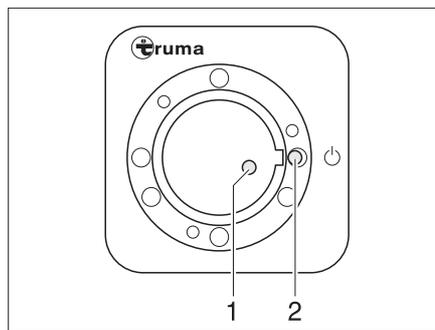
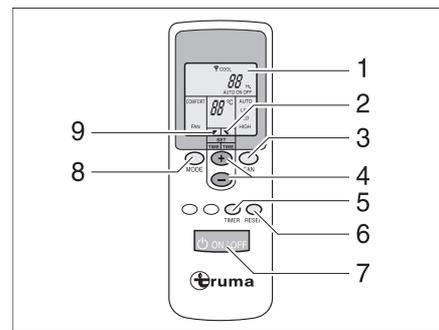

Bild 144 Empfänger
Bild 145 Fernbedienung
Die Klimaanlage ist im Doppelboden eingebaut. Die Fernbedienung (Bild 145) für die Klimaanlage befindet sich in der Küchenschublade. Der Empfänger (Bild 144) befindet sich über dem Fernseher im Eingangsbereich.
- Am Schalter (Bild 145,7) die Fernbedienung einschalten. Die grüne Kontroll-Leuchte (Bild 144,1) zeigt den Kühlbetrieb an.
- Die gewünschte Betriebsart mit der Taste (Bild 145,8) einstellen.
- Bei Bedarf mit den Tasten (Bild 145,3 und 4) die gewünschte Gebläseleistung und Raumtemperatur einstellen. Der Pfeil (Bild 145,9) zeigt den gewählten Einstellmodus an.
- ▷ Am Empfänger befindet sich ein zusätzlicher Tastschalter (Bild 144,2), mit dem die Klimaanlage auch ohne Fernbedienung aus- oder eingeschaltet werden kann. Wenn die Klimaanlage über diesen Tastschalter eingeschaltet wird, dann wird automatisch die zuletzt auf der Fernbedienung eingestellte Betriebsart gewählt.
- Zum Programmieren die Klimaanlage mit der Taste (Bild 145,7) auf der Fernbedienung einschalten.
- Mit den Tasten (Bild 145,8, 3 und 4) die gewünschte Betriebsart und Raumtemperatur einstellen.
- Mit der Taste (Bild 145,5) die gewünschte Funktion (Bild 145,1) auswählen:
- Mit den Tasten (Bild 145,4) die gewünschte Schaltzeit wählen (1 bis 15 Stunden). Der Pfeil (Bild 145,2) blinkt und zeigt den Einstellmodus an.
- ▷ Mit der Taste (Bild 145,6) werden die Einstellungen der Fernbedienung wiederholt an den Empfänger gesendet.